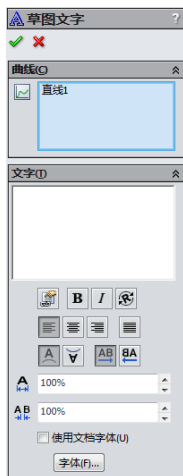

图 2-42 “草图文字”属性管理器
**01** 新建零件草图，执行命令。在草图绘制状态下，在菜单栏中选择“工具”→“草图绘制实体”→“文本”命令，或者单击“草图”工具栏中的“文字”图标按钮，此时系统出现如图 2-42 所示的“草图文字”属性管理器。